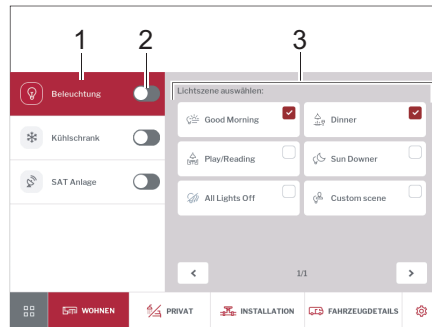

Fig. 270 Iluminación
- Encender o apagar la iluminación con el interruptor deslizante (Fig. 270,2).
- Tocar en la opción *Iluminación* (Fig. 270,1).
En el panel de control (Fig. 270,3) seleccionar escenario de luz.